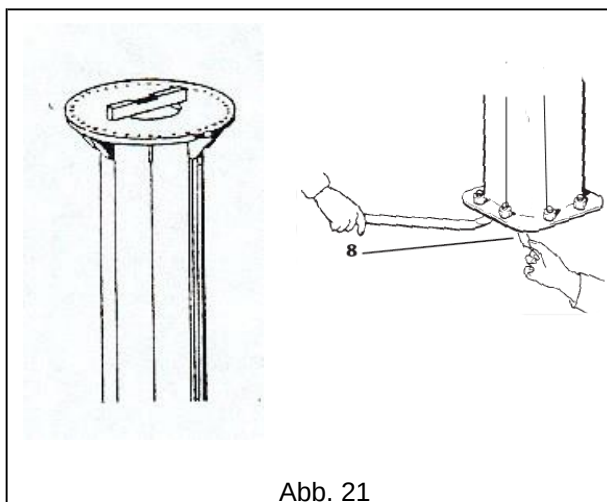

Abb. 21
5. Die Vertikalität der Rotationsachse mithilfe einer Wasserwaage überprüfen. Diese wird entweder auf den Flansch zur Anbringung des Drehkranzes oder, bei bereits montierter Säule, direkt auf den Drehkranz gelegt, um die perfekte horizontale Ausrichtung sicherzustellen. Die exakte Auslotung der Säule wird durch Einsetzen von Ausgleichsscheiben 8 unter der Grundplatte erreicht. (Abb. 21)